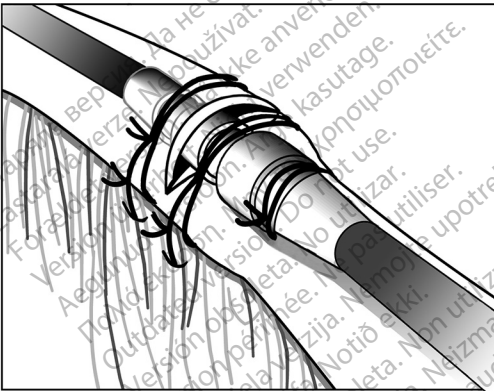

Abbildung 13. Beispiel einer Nahtmanschette, Implantation über eine Vene
3. Verwenden Sie dieselbe Rille, um die Elektrode und die Vene an der benachbarten Faszia (Abbildung 13 Beispiel einer Nahtmanschette, Implantation über eine Vene auf Seite 30) zu fixieren.